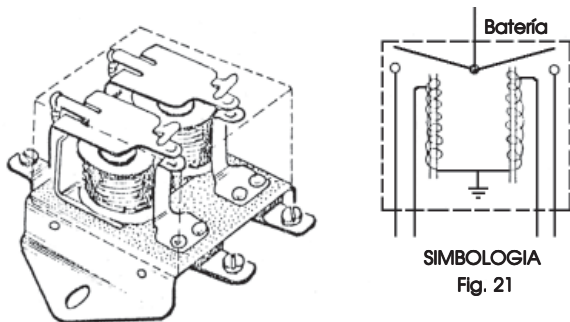

Fig. 21
**LOS RELEVADORES DE LUCES**, se instalan en el circuito de los faros. Tienen la finalidad de evitar las caídas de tensión, que se producen en los contactos del interruptor y el selector de luces, excitando el circuito directamente desde la batería a los faros (Fig. 21).